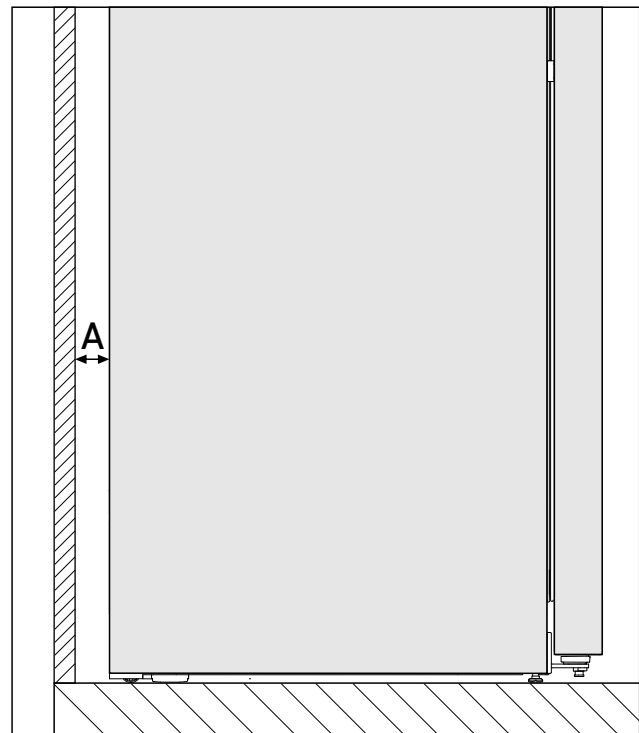

Fig. 3 *
La consommation d'énergie a été déterminée avec une distance des murs *Fig. 3 (A)* entre l'arrière de l'appareil et le mur. Si la distance des murs est inférieure à *Fig. 3 (A)*, cela n'a aucune incidence sur le fonctionnement de l'appareil. En revanche, la consommation d'énergie augmente légèrement lorsque la distance des murs est réduite.